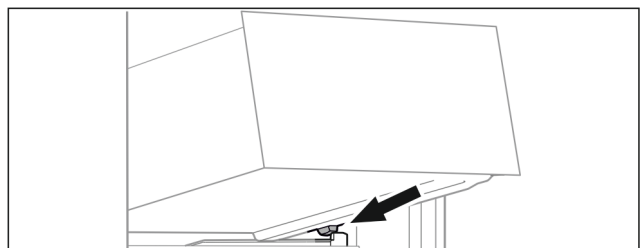

Fig. 49
- ▶ Lade schuin achter de stoppers op containerrib plaatsen. (zie Fig. 49)